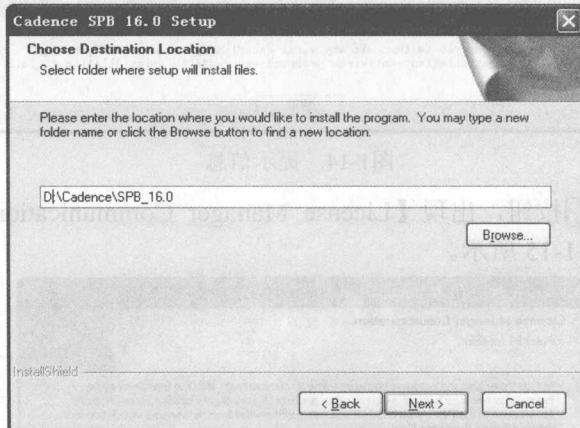

图1-18 设定安装目标文件夹
(14) 单击 **Next >** 按钮，设定安装的目标位置，如图 1-18 所示。